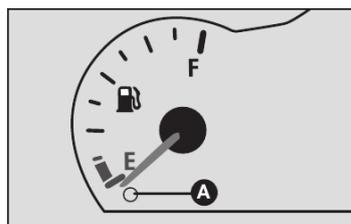

fig. 23
**INDICADOR DO NÍVEL DE COMBUSTÍVEL - fig. 23**